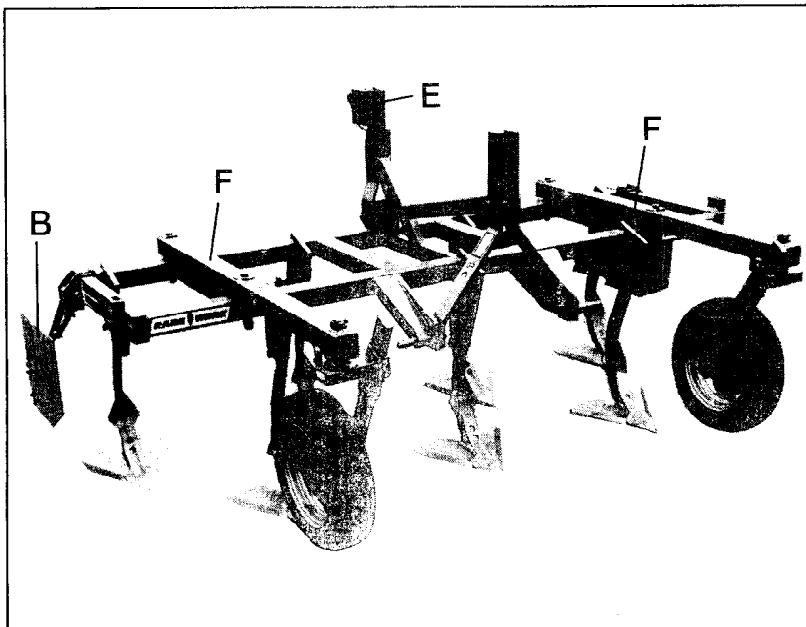

Fig. 4
Monter le kit frontal (fig. 4): tourelle (E) et bras (F).
Les tiges de roue, réglables par broches sont à monter vers le centre (fig. 4). Les roues pneumatiques 155/70 R13 peuvent être montées sur le côté du chisel (attelage arrière) ou à l'avant.
TOLES LATERALES (B, fig. 4)